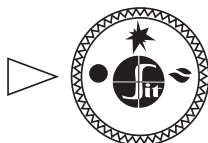

Рис. 7
- 7.2. В исходном (выключенном) положении ручка управления находится в положении «**точка**» (рис. 7). Пилотная и основные горелки погашены (подача газа к ним заблокирована).
- 7.5. **Выключение аппарата** производится путем поворота ручки в положение «**точка**» (рис. 7). При этом пилотная и основные горелки (если горят) погаснут.